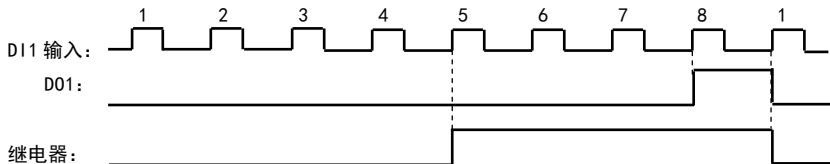

图 5-10 设定计数次数与指定计数次数示意图
- 设定计数次数是指从 DI1 输入多少个脉冲时，被编程为“设定计数值到达”功能的输出端子（D01 端子或继电器）输出一个计数宽度的脉冲。计数值到达“设定次数”后，计数重新开始。如图 5-10 所示：若 F313=1、F314=8，F301=8，当 DI1 输入第 8 个脉冲时，D01 输出一个指示信号。
如图 5-10 所示：若 F313=1、F314=8，F315=5，F300=9，当 DI1 输入第 5 个脉冲时，继电器输出一个指示信号，直到“设定计数次数 8”到达为止。